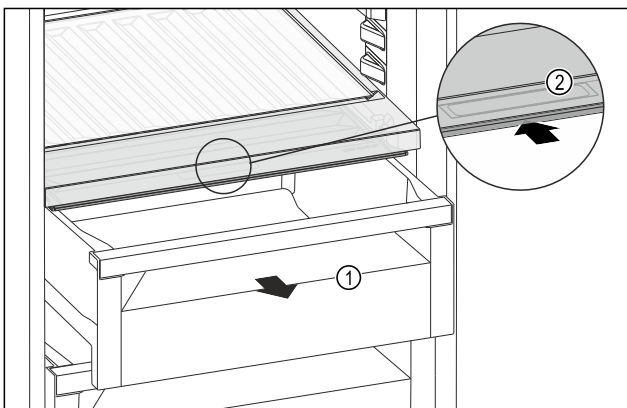

Fig. 89
- Schubfach Fig. 89 (1) herausziehen.
- Griffmulde Fig. 89 (2) am Fachdeckel anfassen und Fachdeckel gleichzeitig nach hinten schieben.